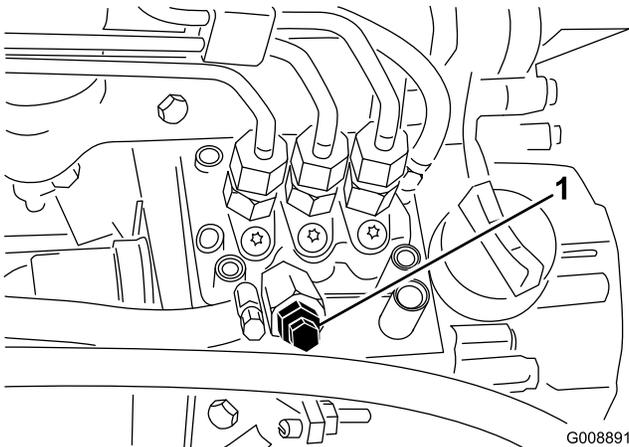

Bild 43
3. Öffnen Sie die Entlüftungsschraube an der Kraftstoffeinspritzpumpe (Bild 43).